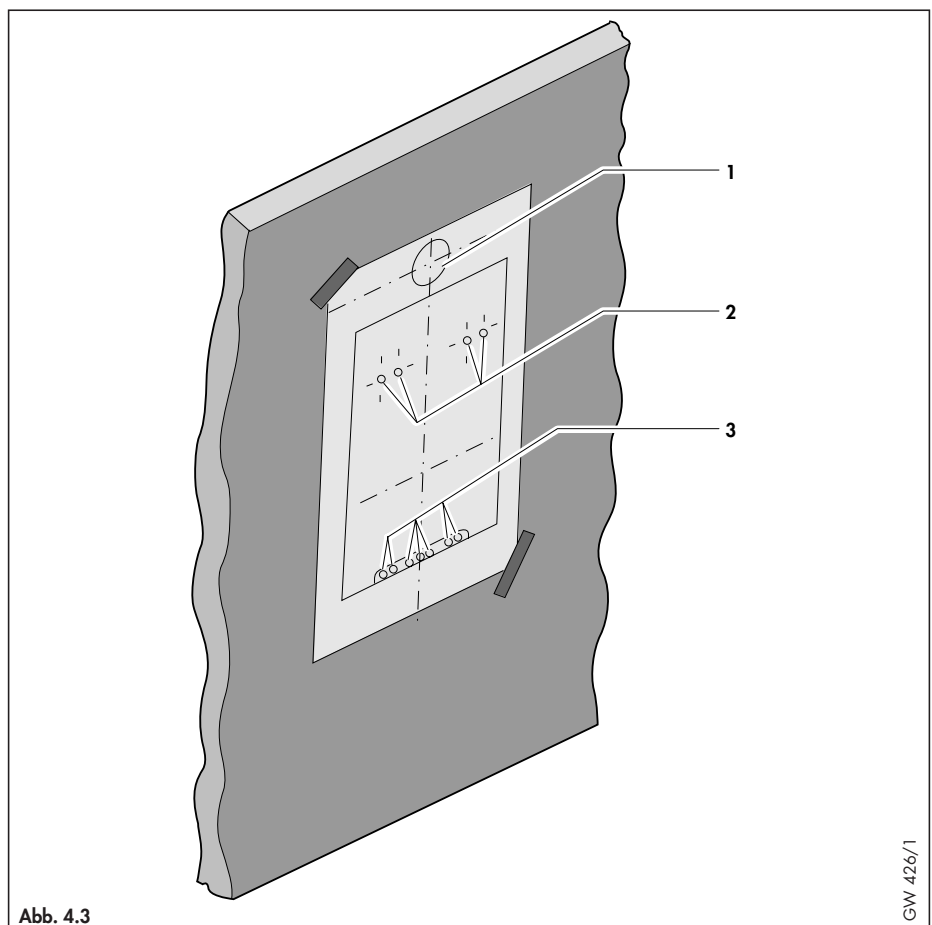

Abb. 4.3
4.3.2 Montagerahmen verwenden (Abb. 4.3)
- An der Wand die Befestigungslöcher für den Gerätehalter (2) markieren. Zwei Löcher mit einem Durchmesser von 10 mm für den Gerätehalter bohren (**Hinweis:** gegebenenfalls die alternativ eingezeichneten Befestigungslöcher verwenden).
- Luft-/Abgasführung nach hinten: Mittelpunkt des Abgasrohres samt Umfang markieren, indem bspw. durch die Schablone gebohrt wird (1, Abb. 4.3).